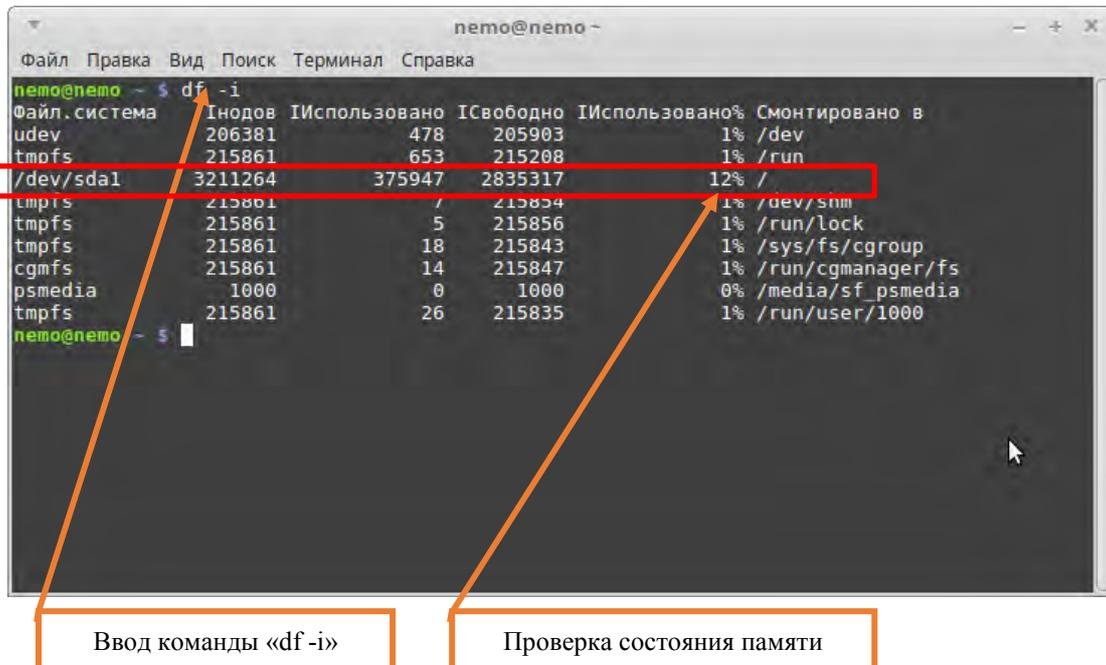

Рисунок 4. Ввод команды.
7.1.7. В «окне» терминала ввести команду «df -i» и нажать клавишу «Enter» (Рисунок 4).
7.1.8. Проверить наличие свободных секторов памяти (Рисунок 4).